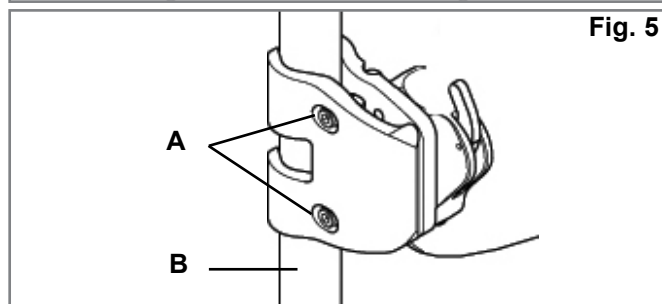

Fig. 5
3. Fixe os recetores de hardware. (Fig. 5)
- a. Desaperte os parafusos de fixação (A) com a chave hexadecimal 4mm incluída. **NOTA:** Para tubos de grande diâmetro, poderá ser necessário remover completamente os parafusos.
- b. Fixe e alinhe o recetor às barras traseiras da cadeira de rodas (B).
- c. Aperte manualmente os parafusos de fixação (A). **NOTA:** Poderá ser necessário efectuar ajustamentos adicionais nos recetores para garantir o alinhamento correto.